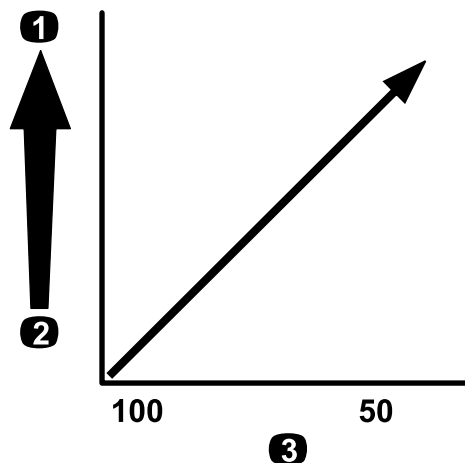

Рисунок 29
**Внимание:** При распылении химикатов с более высокой вязкостью (более плотных) или растворов со смачивающимися порошками может потребоваться применение более грубого сетчатого фильтра для приобретаемого отдельно фильтра наконечника; см. Рисунок 29.